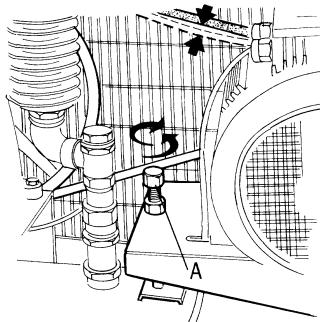

fig. 12
Ajustez le pivot filtré (A) qui fera soulever ou baisser le soubassement du moteur, offrant donc la possibilité de régler la tension des courroies (*figure 12*).